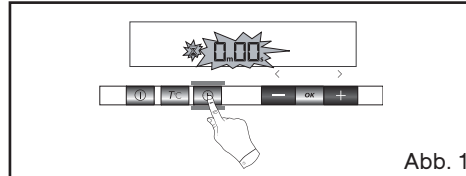

Abb. 1
- 3 Mal die Taste  drücken (Abb. 1).